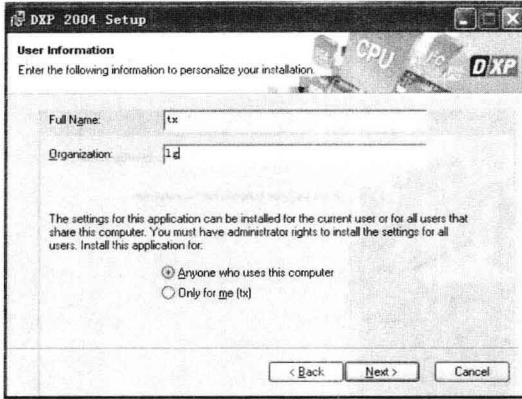
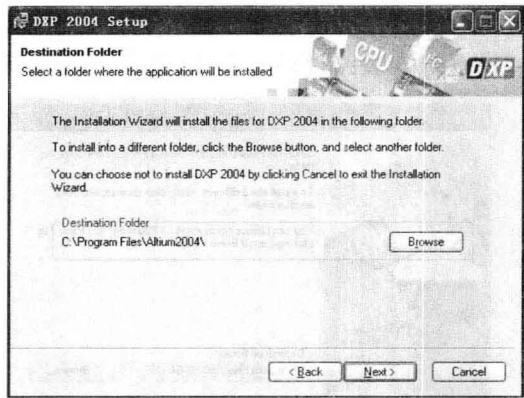

图 1-3 用户信息
图 1-4 安装路径
[3] 在图 1-2 中出现的选项项中, 默认选项是 “I do not accept the license agreement”, 此时  按钮呈灰色, 不能被选中, 只有选中 “I accept the license agreement” 后, 单击  按钮才能进入下一步安装, 如图 1-3 所示。
[4] 在图 1-3 的对话框中, 在 “Full Name” 输入框中输入用户名, 在 “Organization” 输入框中输入公司名称, 单击  按钮进入下一步安装, 出现如图 1-4 所示的安装界面。
- [5] 在图 1-4 中，选择将要安装的目录。系统默认的安装路径是“C:\Program Files\Altium2004”，正好符合本例要求，所以不用修改。
若安装目录不符合要求，可以单击 **Browse** 按钮选择其他路径进行安装，设定好新的安装目录后，单击 **OK** 按钮，仍返回图 1-4 所示的对话框。